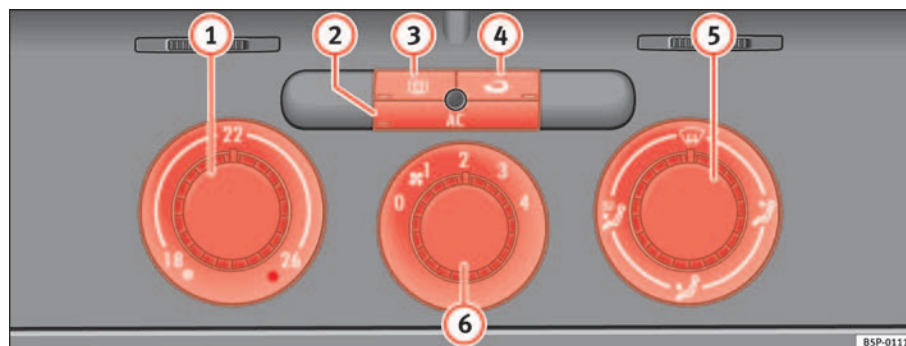

Fig. 122 Mandos del Climatic en el tablero de instrumentos
- Con los reguladores ⇒ fig. 122 (1) y (5) y con el mando (6) se regula la temperatura, la distribución del aire y la velocidad de la turbina.
- Pulse la tecla (2), (3) o (4) para activar o desactivar la función correspondiente. Cuando la función está activa, la ventana situada en la esquina inferior de la tecla se ilumina.
(1) Regulador de temperatura ⇒ página 154
(2) Tecla **AC** – Encender o apagar el grupo refrigerador ⇒ página 154
(3) Tecla – Luneta térmica. Esta función se apaga automáticamente aproximadamente 20 minutos después de haberla conectado. Se puede desconectar antes pulsando de nuevo la tecla.
(4) Tecla – Recirculación de aire ⇒ página 156
(5) Regulador de la distribución de aire ⇒ página 154
(6) Mando de la turbina. El caudal de aire tiene 4 niveles de ajuste. La turbina debería funcionar siempre en el nivel más bajo cuando se circule a poca velocidad. ►
- Encienda el climatizador con la tecla ⇒ **página 153, fig. 122**